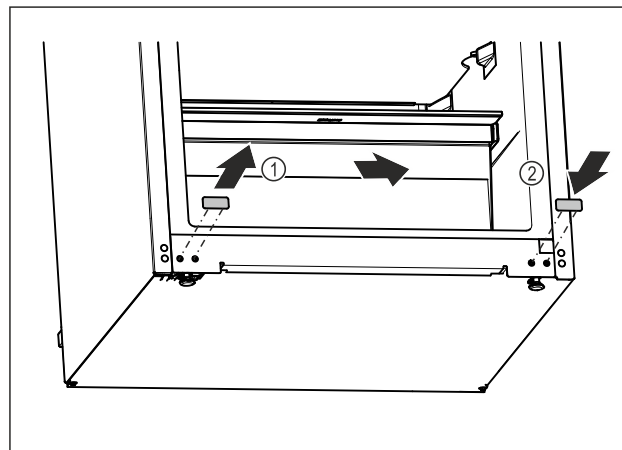

Fig. 20
- ▶ Издърпайте покриващата тапа. Fig. 20 (1)
- ▶ Поставете покриващата тапа от другата страна. Fig. 20 (2)